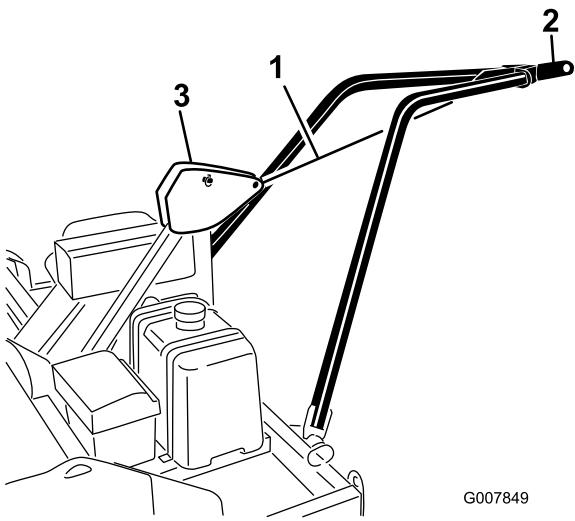

Figura 12
- Utilizando un cuerda de amarre o similar, fije la placa de enganche del brazo de tiro al pivote del bastidor de enganche mientras eleva el brazo de tiro para su instalación (Figura 12).